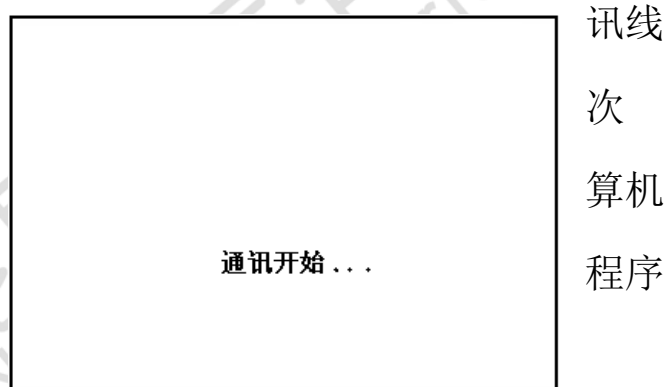

图 24
3. 安装完毕后, 在测试仪的主菜单下, 移动光标至 **PC 通讯**, 按下后液晶屏显示“通讯开始”(如图 24)。